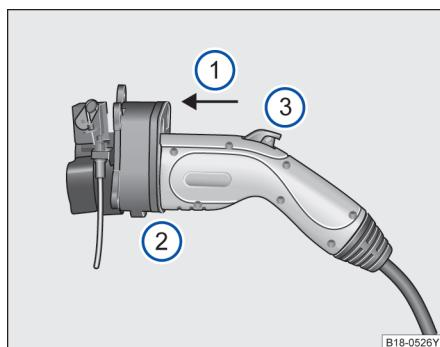

图 137 充电插头示意图
请将充电插头平行地插入充电插座→图 137①。
请将充电插头完全插入充电插座→图 137②。
请确保充电插头上的按键处于弹起状态→图 137③。